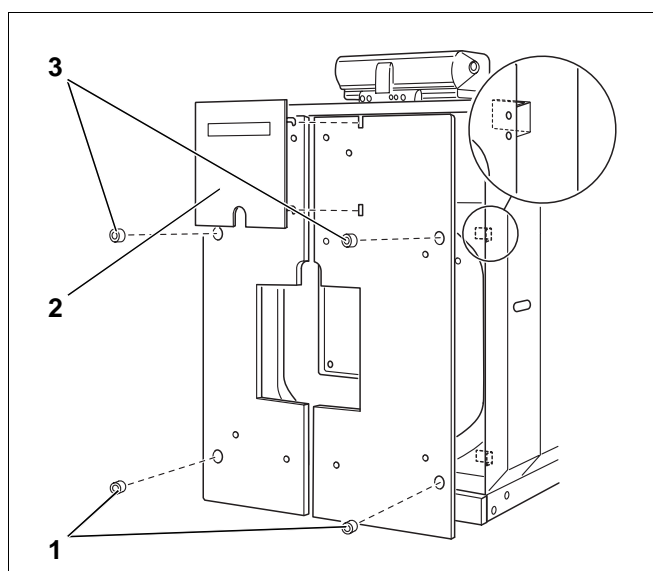

Рис. 47
- Левую и правую передние стенки закрепить четырьмя болтами (М 8 x 12) на литых выступах дверцы горелки (рис. 47).
- Заслонку дверцы горелки вставить в отверстия дверцы горелки (рис. 47, **поз. 2**).
- Закрывать заглушками четыре отверстия в облицовке дверцы горелки (рис. 47, **поз. 1 и 3**).
Если вынуть заглушки, то будут видны болты крепления дверцы горелки. Они частично скрыты под листами облицовки (рис. 47, **поз. 3**) и могут быть сначала только ослаблены, после чего можно снять оба передних боковых листа облицовки (рис. 47, **поз. 4**) (см. главу "3. Техническое обслуживание" на стр. 28).